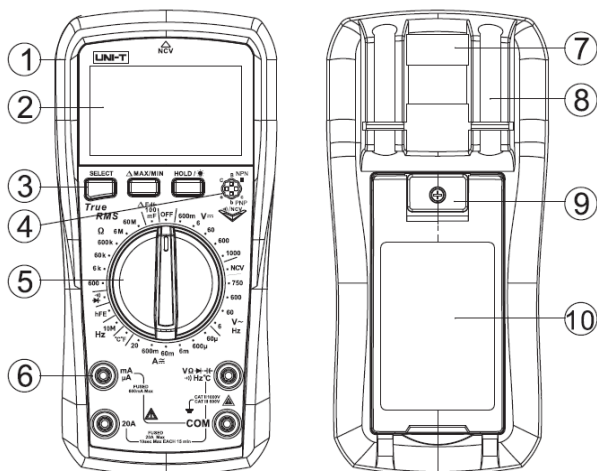

Рисунок 1
**VII. Описание передней панели (Рисунок 1)**